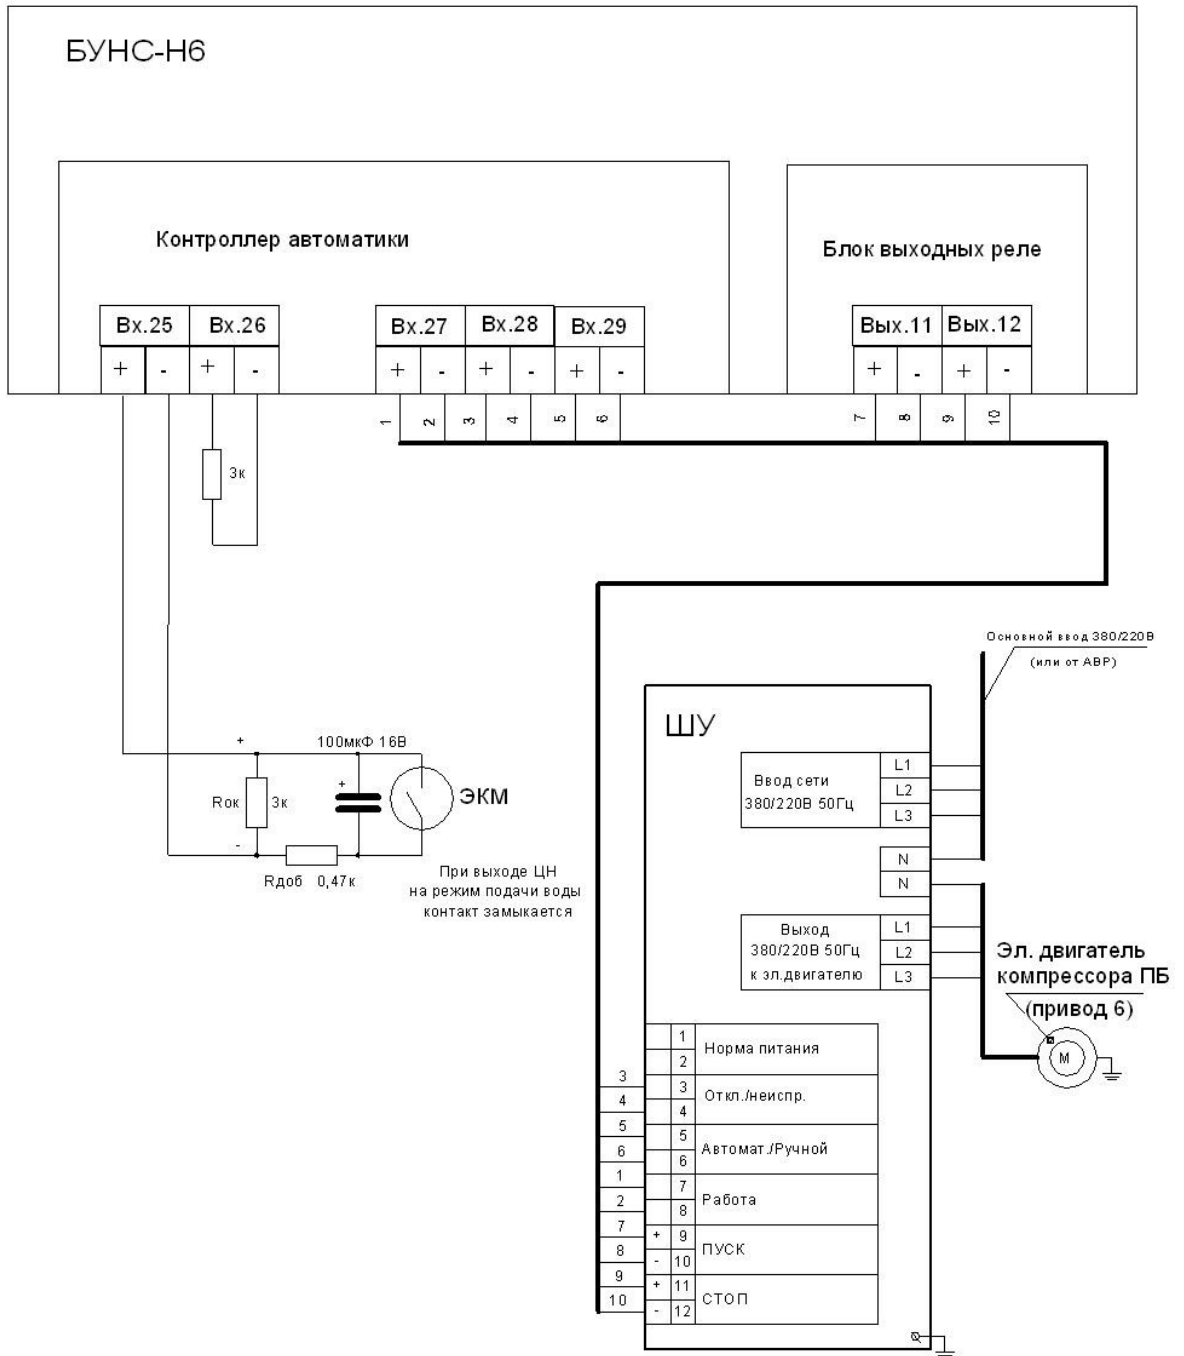

Рисунок 5.13
- рисунок 5.13 – циркуляционного насоса (ЦН2) – привод 6.